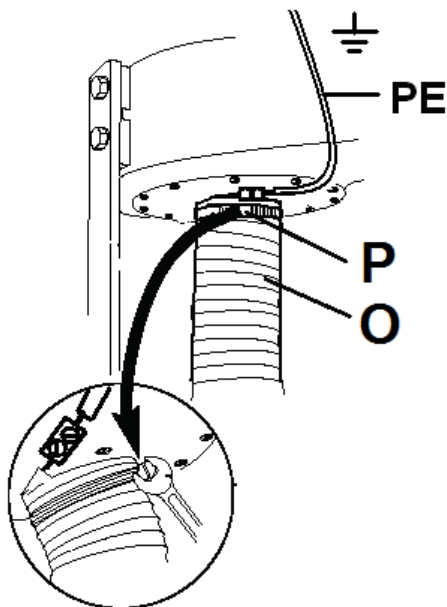

Рис. 12
- Воспользуйтесь одним хомутом (P), чтобы присоединить шланг (O) к входному штуцеру (Рис.12)
- Подсоедините стальной провод шланга к желто-зеленому проводу заземления (PE, Рис. 12). Это обеспечит защиту от статического электричества.